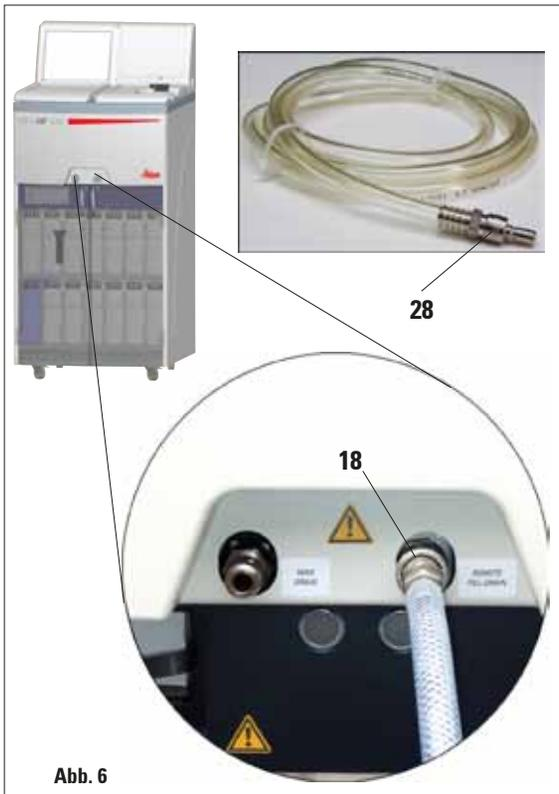

Abb. 6
- Den Schlauch zum kontaktfreien Befüllen/Entleeren wie in Abb. 6 gezeigt anschließen.